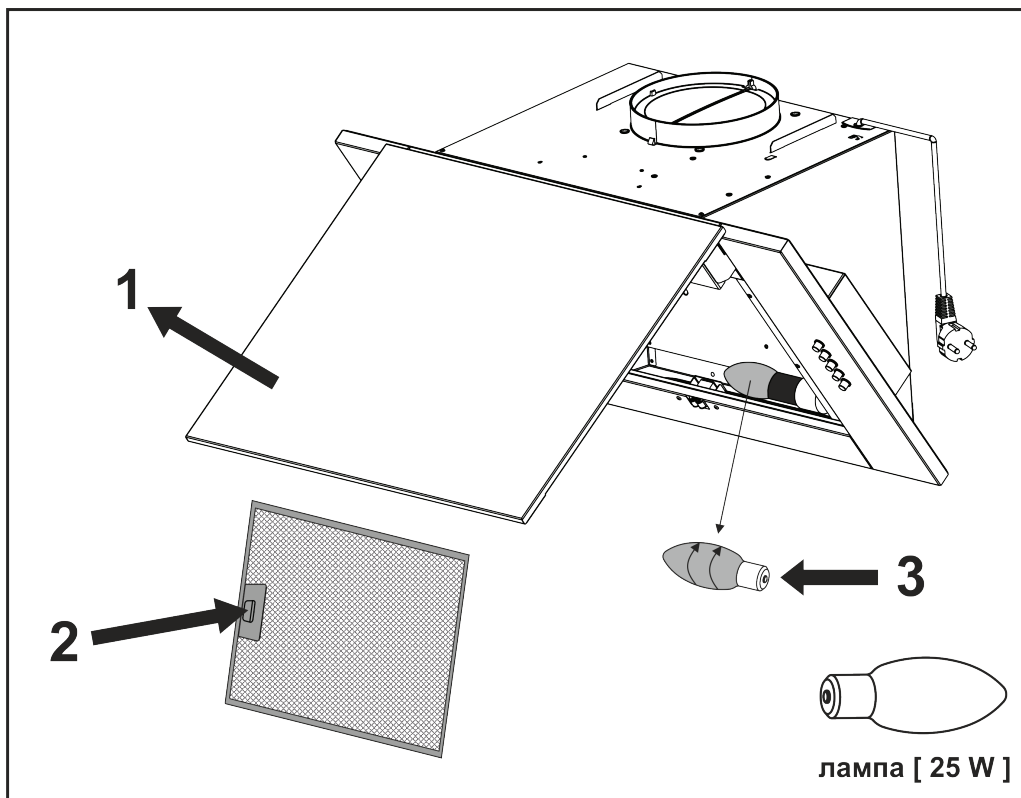

Рис.7
8.9 На витяжці встановлення лампа накаливання для підсвітки робочої зони плити. Перед початком заміни лампи освітлення необхідно відключити витяжку від електромережі, дати можливість охолонути лампі. Для заміни лампи необхідно відкрити **декоративну панель 1**, зняти алюмінієвий фільтр натиснувши на **пружинну засувку 2**, утримуючи тримач патрона, злегка надавити на **лампу 3** в напрямку патрона і, повернувши її проти годинникової стрілки, вийняти з корпусу витяжки (**рис.7**).